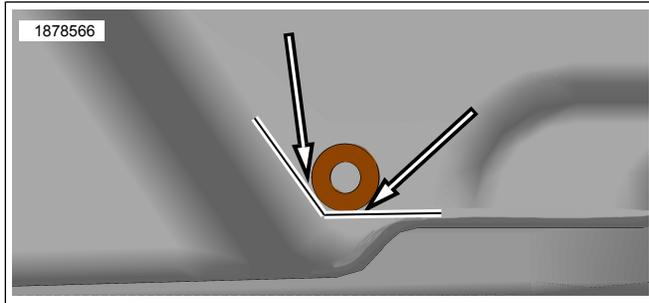

Figure 3. Emplacement du perçage du trou inférieur de la sacoche
- b. Figure 3 Utiliser le passe-câble (7) du kit comme guide d'emplacement pour la perceuse.